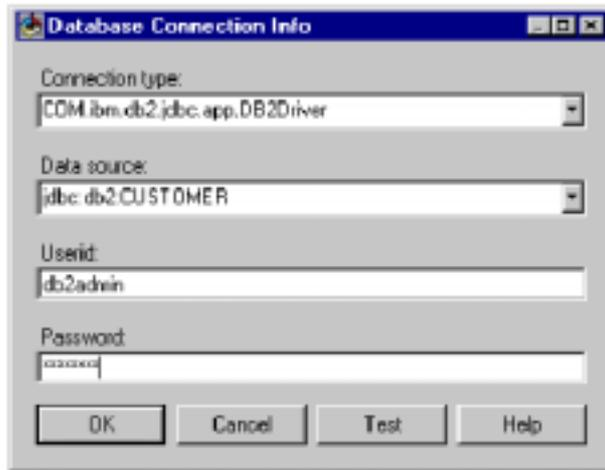

图7-2 VisualAge 数据库连接信息
5. 输入模式名,例如:“ SHIPPING ”,将出现数据库连接信息窗口,如图 7-2 所示。输入必要的参数。